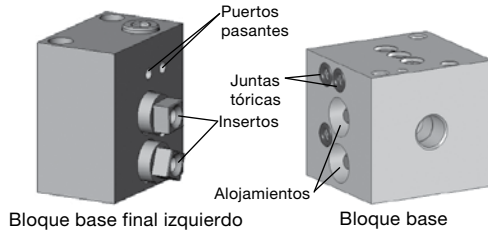

Fig. 1
2. Ponga un **bloque base** en el **bloque base final izquierdo**, alineando las **juntas tóricas (9-007)** con los puertos pasantes. El extremo cuadrado de los insertos del bloque base final izquierdo quedarán introducidos en los alojamientos de los orificios del bloque base. Ver Fig. 1.